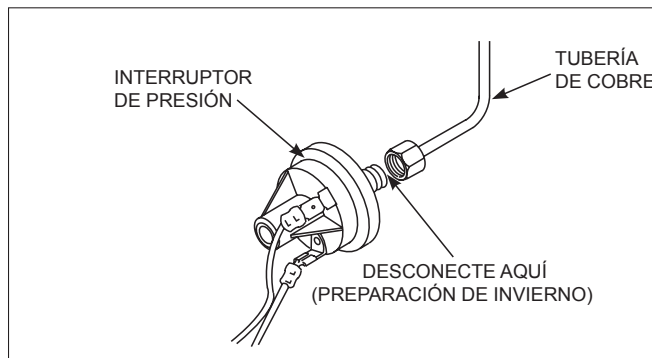

Figura 22. Tubería de cobre del interruptor de presión
8. Desconecte el interruptor de presión de la tubería de cobre. Véase Figura 22.
1. Conecte la tubería de cobre al interruptor de presión (véase Figura 22).